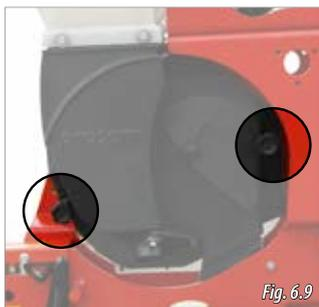

Fig. 6.9
- 1 - Desserrez les deux molettes de fixation pour déposer le couvercle (Fig. 6.9).